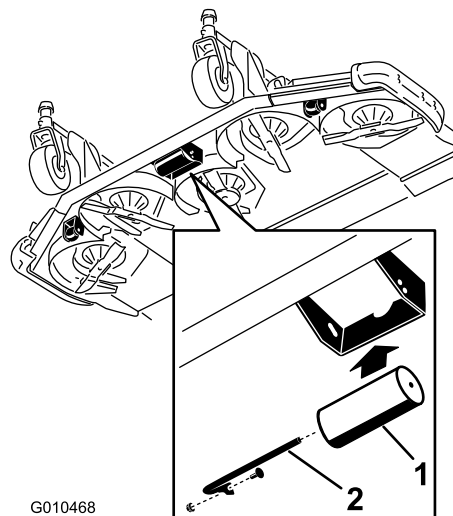

Bild 32
2. Schieben Sie die Welle aus den unteren Löchern der Halterung, richten Sie die Rolle mit den oberen Löchern aus und setzen Sie die Welle ein (Bild 32).